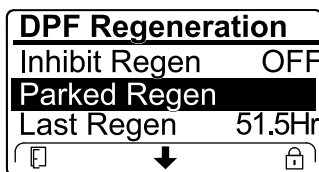

Bild 41
- Wenn der Motorcomputer eine Wiederherstellung-Regenerierung anfordert oder eine Wiederherstellung-Regenerierung ausführt und Sie auf die Option PARKED REGEN navigieren, ist die geparkte Regenerierung gesperrt und das Schloss-Symbol (Bild 41) wird unten rechts im InfoCenter angezeigt.